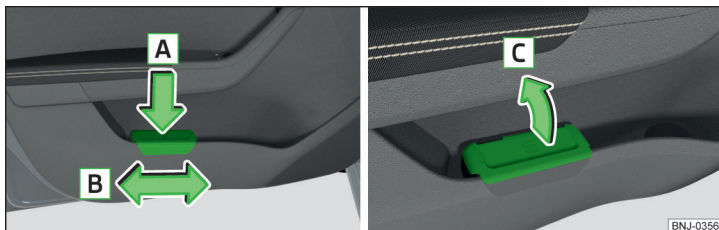

Abb. 83 Abfallbehälter: einsetzen und verschieben / öffnen
- › Den Abfallbehälter im hinteren Bereich in Pfeilrichtung **A** eindrücken » Abb. 83.
- › Den Abfallbehälter entgegen der Pfeilrichtung **A** herausnehmen » Abb. 83.
- › Den Deckel in Pfeilrichtung **C** anheben » Abb. 83.